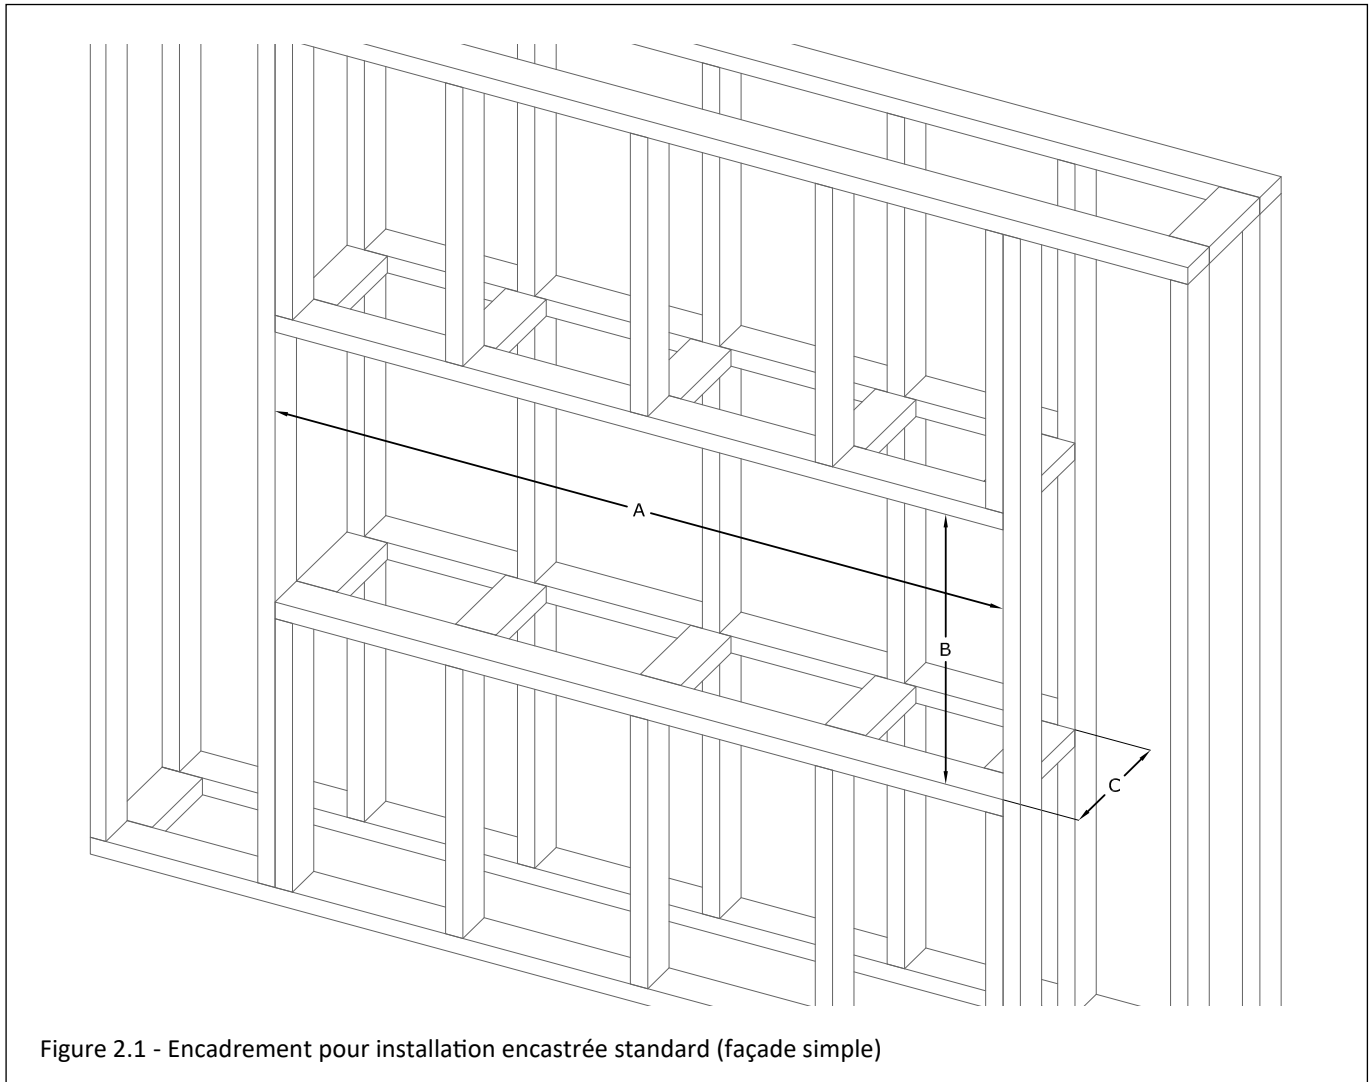

Figure 2.1 - Encadrement pour installation encastrée standard (façade simple)
1. Découpez une ouverture brute dans le mur et fabriquez l'encadrement spécifique à votre type d'installation (Façade simple, Installation en coin, Baie panoramique 3 côtés). Voir les dimensions aux Figures 2.1 à 2.3.